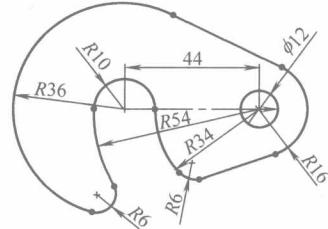

图 1-14
(8) 最后重新标注不准确的尺寸，并隐藏草图几何关系，结果如图 1-14 所示。